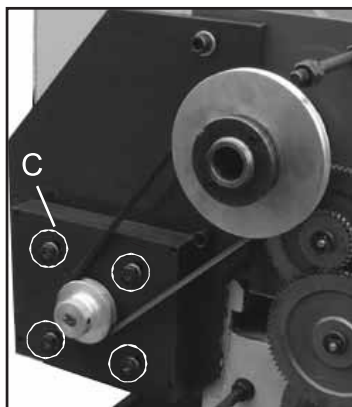

Рис. 20
2. Выбрать требуемую скорость А (низкая) или В (высокая). (Рис. 20)
Ослабить четыре гайки и винта (С, Рис. 20), чтобы снять пластину крепления двигателя и установить положение!